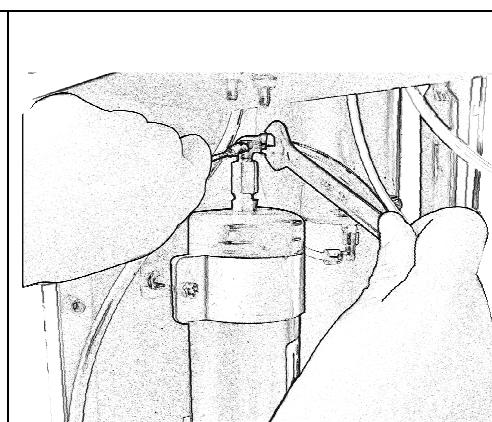

Fig. 2
- 2- Coloque o rolo de papel dentro do compartimento, respeitando a direção de rotação indicada (veja a Fig. 2).